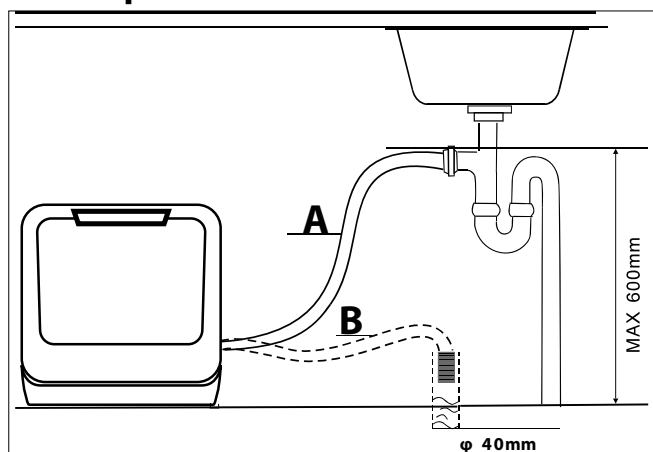

Abb. 8 – Siphonanschluss
- Verbinden Sie den Abflussschlauch mit dem Siphon (für Waschmaschinen) des Abflussrohres unterhalb des Spülbeckens (siehe Abb. 8). Achten Sie auf ein ausreichendes Gefälle des Abwasserschlauchs. Das Gerät sollte mindestens 4 cm über dem Abfluss positioniert werden.